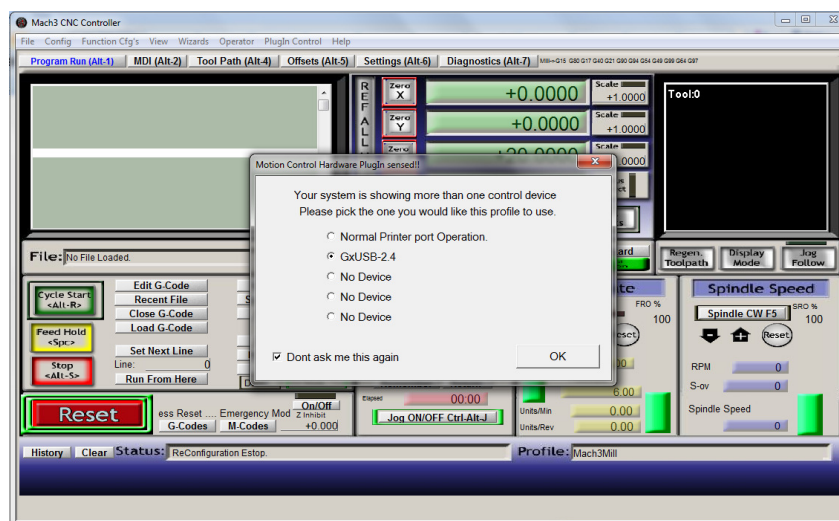

Figura 18
- Inicie o MACH3, deverá aparecer a caixa diálogo para a seleção do *plugin* (Figura 18):